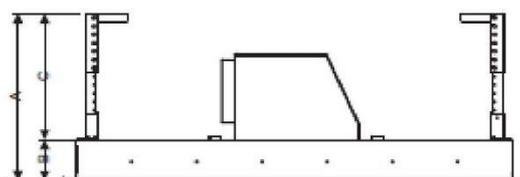

Fig. 4
5. Calculez la longueur de la cornière (reportez-vous aux fig. 4 et 5), puis vous utiliserez 32 vis M4*10 et écrous M4 avec rondelle pour raccorder la cornière sur l'étrier de réglage de la cornière. (Vérifiez que la longueur de chevauchement de la cornière ne soit pas inférieure à 36 mm)